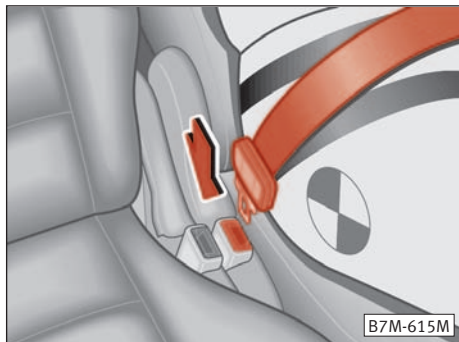

Fig. 15
- Inserte la lengüeta de cierre (por la pieza más grande con instrucciones de uso) en el cierre derecho del asiento ⇒ **fig. 15**.